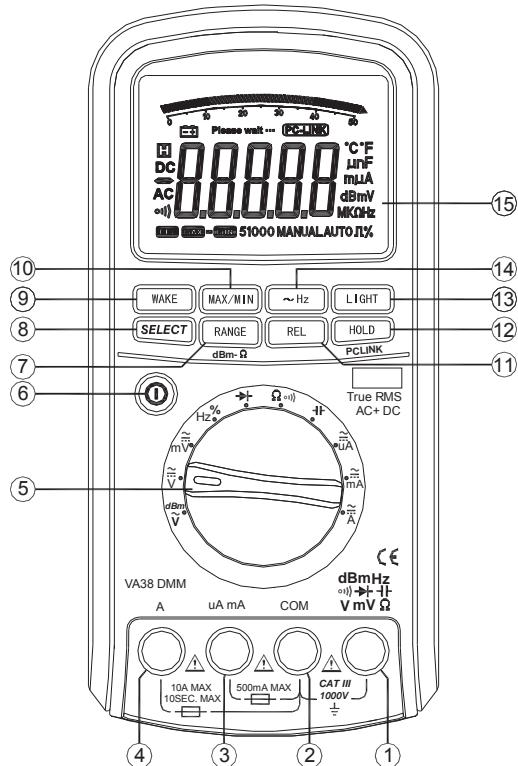

Рис. 1
- Возможность как автоматического, так и ручного выбора диапазона измерений. Выбор метода определения диапазона производится по нажатию кнопки RANGE (поз.7 рис.1).
- Измерение частоты переменного напряжения или тока. Для этого в режиме измерения надо нажать кнопку Hz (поз.14 рис.1).
- Возможность проведения относительного измерения (мгновенное измеренное значение соотносится с определенным уровнем) при помощи кнопки REL (поз. 11 рис.1)
- Фиксация максимального и минимального измеренного значения. Производится при помощи нажатия на кнопку MAX/MIN (поз.10 рис.1).
- Возможность автоматического выключения или непрерывного измерения. Обеспечивается нажатием на кнопку WAKE (поз.9 рис.1).
- При помощи кнопки **SELECT** (поз.8 рис.1) выберите измеряемую величину.
3. При помощи кнопки **SELECT** (поз.8 рис.1) выберите измеряемую величину.
3. При помощи кнопки **SELECT** (поз.8 рис.1) выберите требуемый режим.